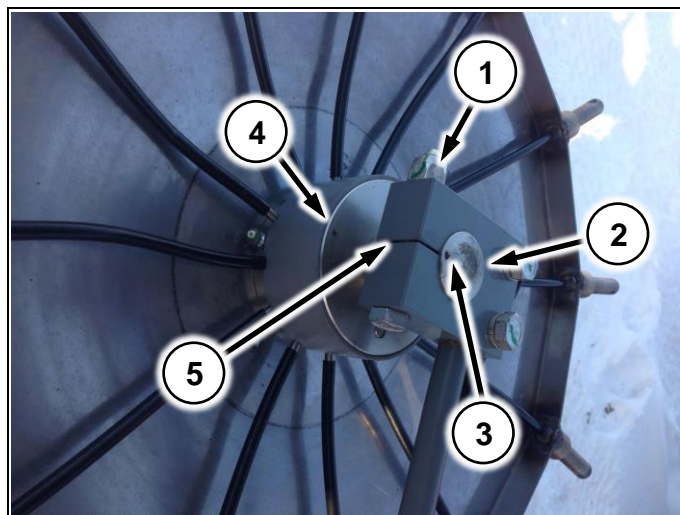

Рис. 203
1. Ослабьте болт (Рис. 203/1)
2. Вращайте ось диска (Рис. 203/2)
3. Добейтесь совпадения точек (Рис. 203/3) и (Рис. 203/4) с прорезью (Рис. 203/5)
4. Затяните болт (Рис. 203/1)